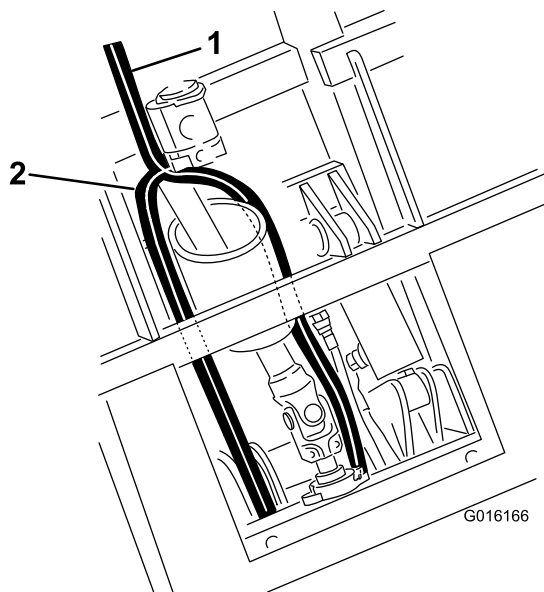

Figura 46
- Encaminhe a mangueira de pressão por debaixo do cilindro de elevação e entre os suportes de montagem do cilindro até à válvula (Figura 46).
- Encaminhe a mangueira do depósito ao lado do veio da PTO até à válvula (Figura 46).